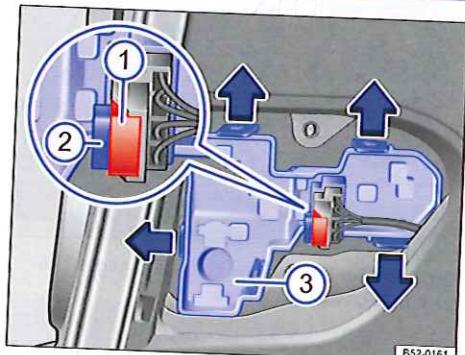

Fig. 259 Retirez le porte-ampoule intégré au hayon.
4. Retirez le fusible → fig. 259 ①. Comprimez le verrouillage ② de la fiche de raccordement puis débranchez la fiche de raccordement.
5. Déverrouillez les ergots de fixation du porte-ampoule ③ dans le sens de la flèche puis retirez le porte-ampoule.
8. Branchez la fiche de raccordement sur le porte-ampoule et enfoncez le fusible ①.